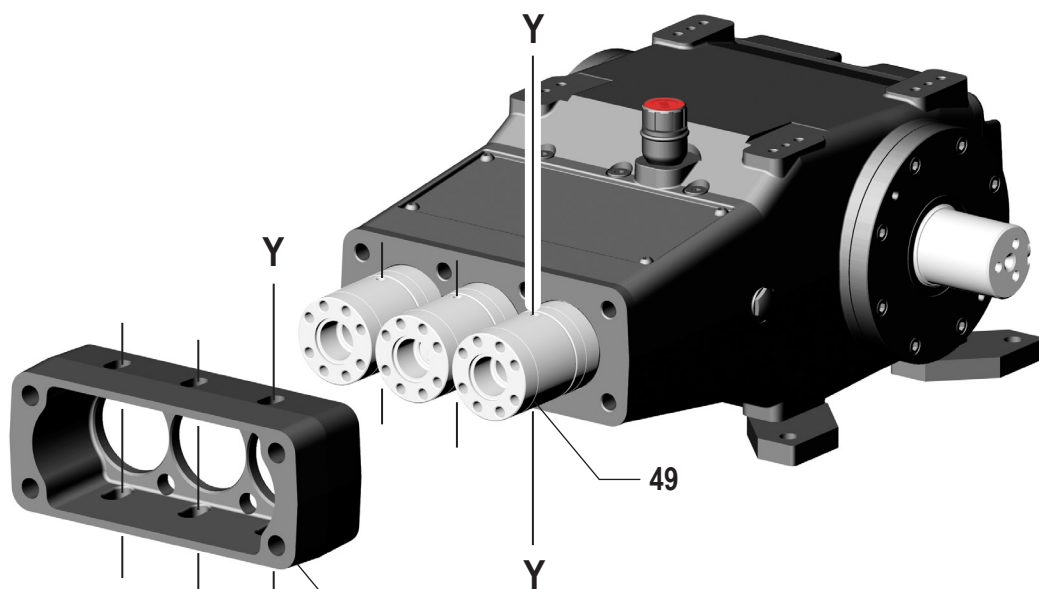

Fig. 27
IMPORTANTE: Prima di rimontare la testata (pos. 2 - Fig. 28) rendere verticale l'asse Y dei fori presenti sulle camicie anteriori (pos. 49 - Fig. 27).